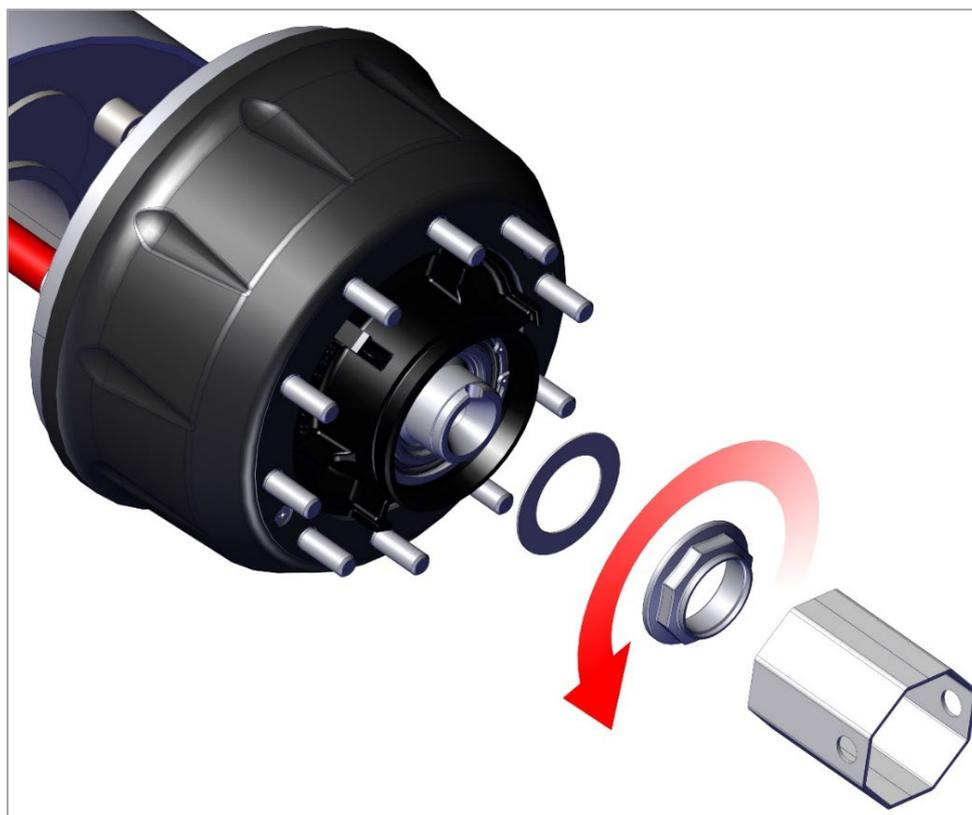

Рис. 18. Снятие гайки подшипников.
2) Отверните гайку подшипников ступицы и снимите упорную шайбу (рис. 18).